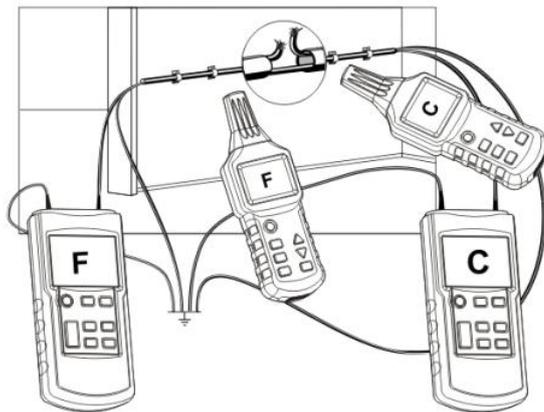

图 3-1-4
- ✓ 所有没有使用的线路均必须按照图 3-1-4 所示和一辅助地线相接;
- ✓ 将发射机如图 3-1-4 所示和一芯线及一辅助地线相连;
若发射机如图 3-1-4 所示连接, 则在线路中断的左边, 接收机将显示 F 编码。如果接收机越过中断部位到右边, 那么接收机上将显示 C 编码。如果正好是在中断部分, 则由于发射机信号的重叠, 没有任何传输编码得到显示。
- ✓ 所有没有使用的线路必须按照图 3-1-4 所示和一辅助地线相接;